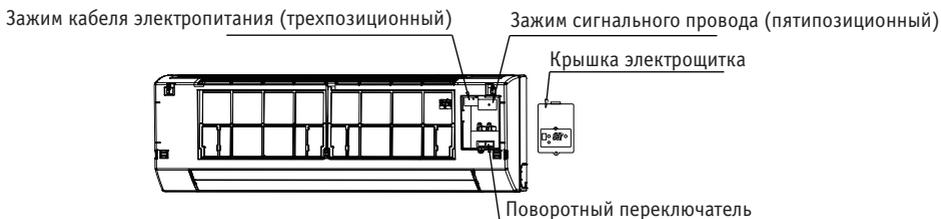

Рис. 7-2
2. Присоедините по отдельности кабель питания и сигнальный кабель, установите поворотный переключатель в нужное положение (см. рис. 7-2).